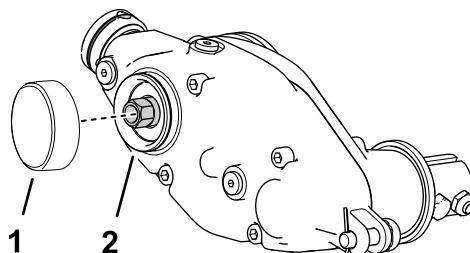

图14
1. 在卡环槽周围和外直径表面涂抹中等强度的圆柱固持胶 (如 Green Loctite 609®) (图14)。
2. 如图14所示安装盖子。